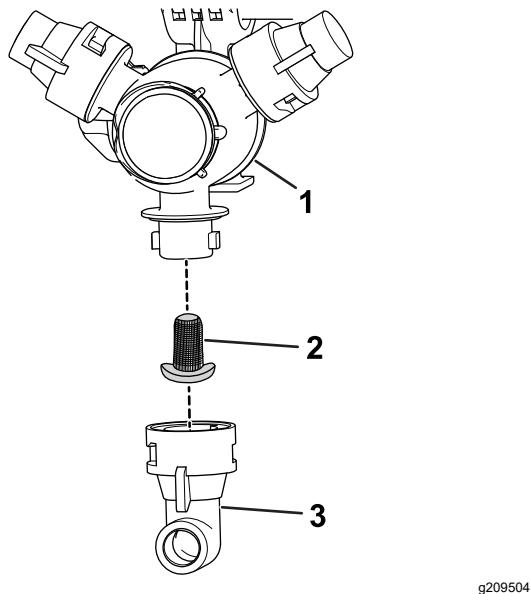

Bild 61
2. Nehmen Sie die Düse vom Sprühdrehkreuz ab (**Bild 61**).
3. Entfernen Sie den alten Düsenfilter (Bild 61).
4. Setzen Sie den neuen Düsenfilter ein (Bild 61).
5. Setzen Sie die Düse auf das Sprühdrehkreuz auf (Bild 61).